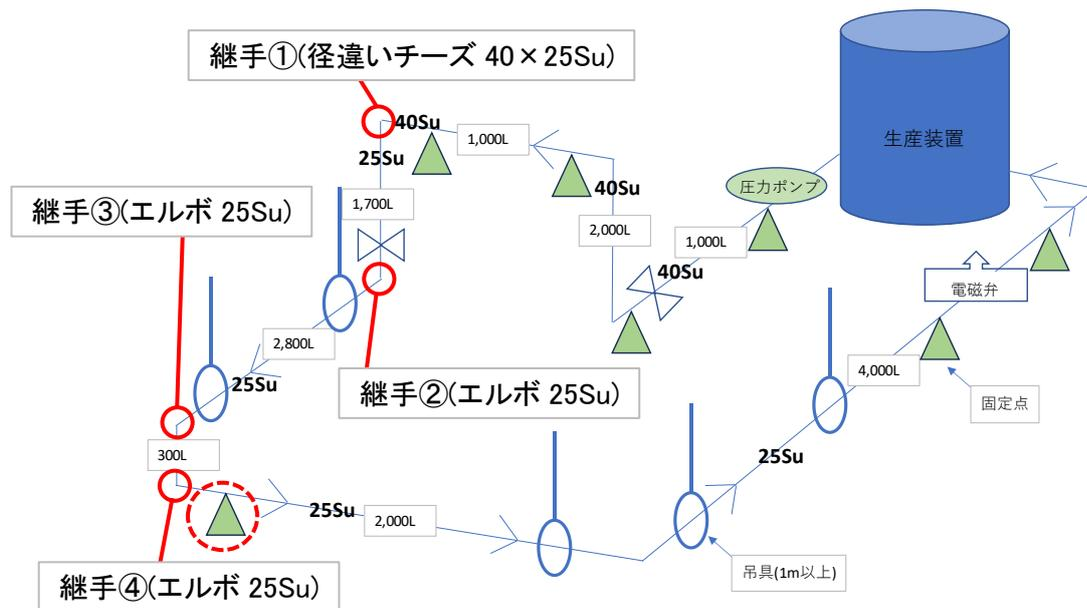

図 4-18 ウォーターハンマー試験Ⅱ概略図
(1) 試験方法
ウォーターハンマーによる振動を想定し、電磁弁を使用して強制的にウォーターハンマーを発生させ、配管経路に設置された継手の袋ナットの緩みを確認する。図 4-18 の通り、ウォーターハンマー試験Ⅰの試験配管に固定点を追加し(図 4-18 の赤点線部)、継手①、②、③、④(図 4-18 赤丸部)について評価を行う。